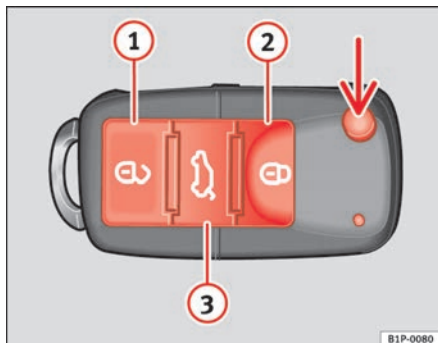

Abb. 62 Tastenbelegung
Mit der Taste \Rightarrow Abb. 62 (Pfeil) der Fernbedienung wird der Schlüsselbart ausgeklappt.
Fahrzeug entriegeln \Rightarrow Abb. 62 ①. Die Türen und die Heckklappe werden entriegelt.
Fahrzeug verriegeln \Rightarrow Abb. 62 ②.
Heckklappe entriegeln. Drücken Sie die Taste \Rightarrow Abb. 62 ③, bis alle Blinkleuchten am Fahrzeug kurz aufleuchten. Nach Drücken der Entriegelungstaste \Rightarrow Abb. 62 ③ können Sie die Heckklappe innerhalb von 2 Minuten öffnen. Nach Ablauf dieser Zeit wird die Heckklappe wieder verriegelt.
Zudem blinkt die Batterie-Kontrollleuchte des Schlüssels \Rightarrow Abb. 62 auf.
Bei einmaligem Drücken der Taste \Rightarrow Abb. 62 ① wird nur die Fahrertür geöffnet. Alle anderen Türen bleiben verriegelt.
- Betätigen Sie die Taste  ⇒ Seite 103, Abb. 62 an der Funk-Fernbedienung.